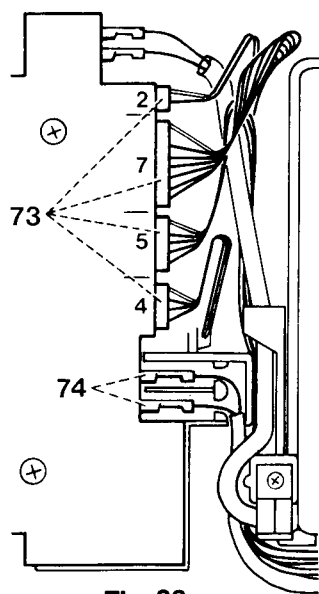

Fig. 33a
- Sur la 1029, fixer les quatre faisceaux de câbles 73, selon fig. 33a.